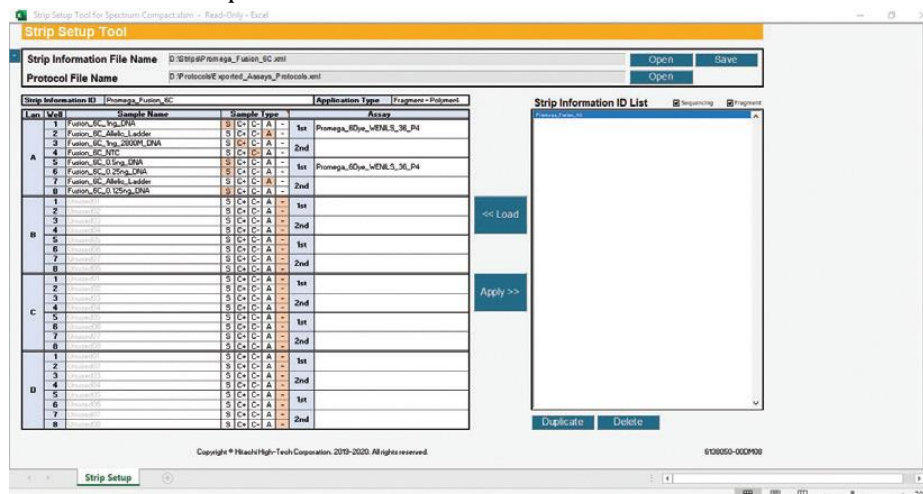

図 218 Strip Information の編集準備ができた Strip Setup Tool for Spectrum Compact 画面
- 画面の左側に Strip の情報が表示されます。(図 218)